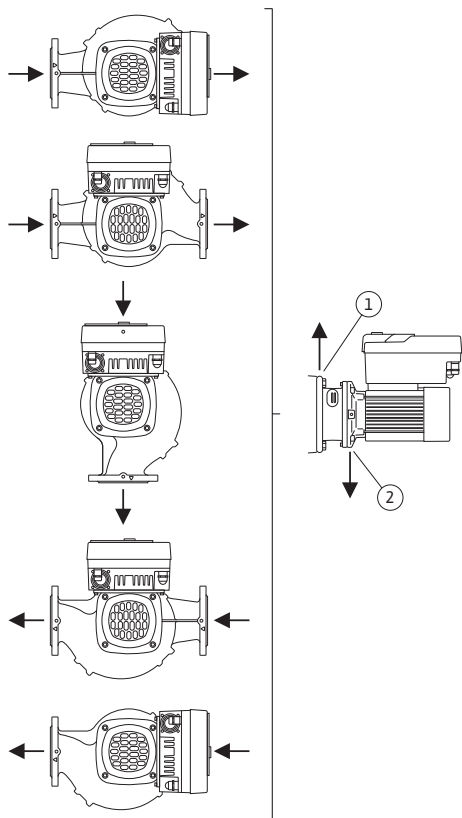

Fig. 9: Posições de instalação autorizadas com o veio do motor na horizontal
As posições de montagem permitidas com o veio do motor na horizontal e o módulo eletrónico virado para cima ( $0^\circ$ ) estão representadas na Fig. 9.
A ventilação da bomba é assegurada de forma ideal quando a válvula de ventilação está virada para cima (Fig. 9, pos. 1)
Esta posição ( $0^\circ$ ) permite que o condensado acumulado seja escoado pelos orifícios existentes, lanterna da bomba e motor (Fig. 9, pos. 2).